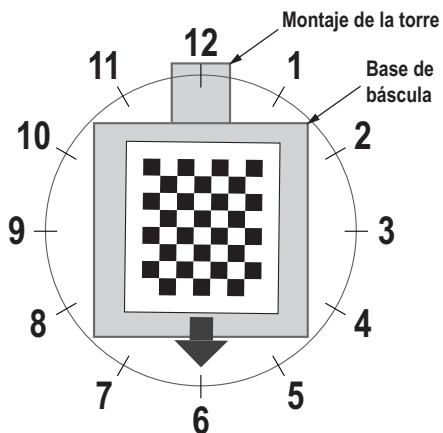

Figura 5-8. Gire a las 6 en punto
9. Alinee el objeto de calibración para que las cruces estén centradas. Gire el objeto de calibración a las 6 en punto con el conjunto de la torre a las 12 en punto (Figura 5-8).